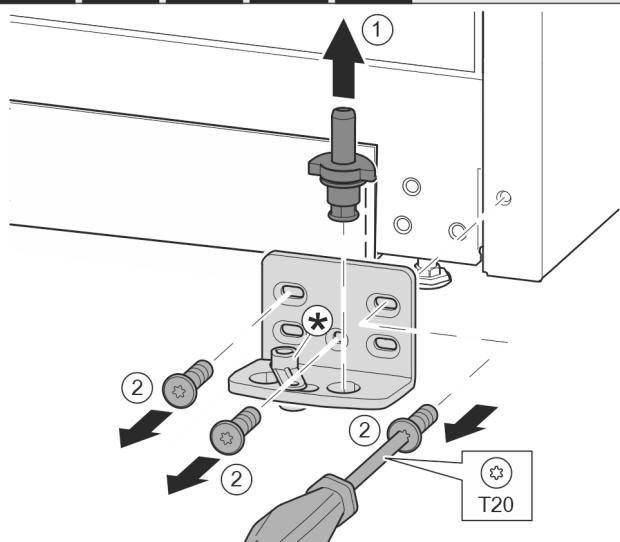

Fig. 10
- Extrageți complet bolțul de lagăr în sus. Fig. 10 (1)
- Extrageți prin rotire și detașați șuruburile cu șurubelnita T20. Fig. 10 (2)